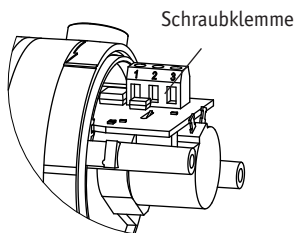

Abb. 7: Litzenanschluss
- Litzen an der Schraubklemme des Gerätes anschliessen (Abb. 7).